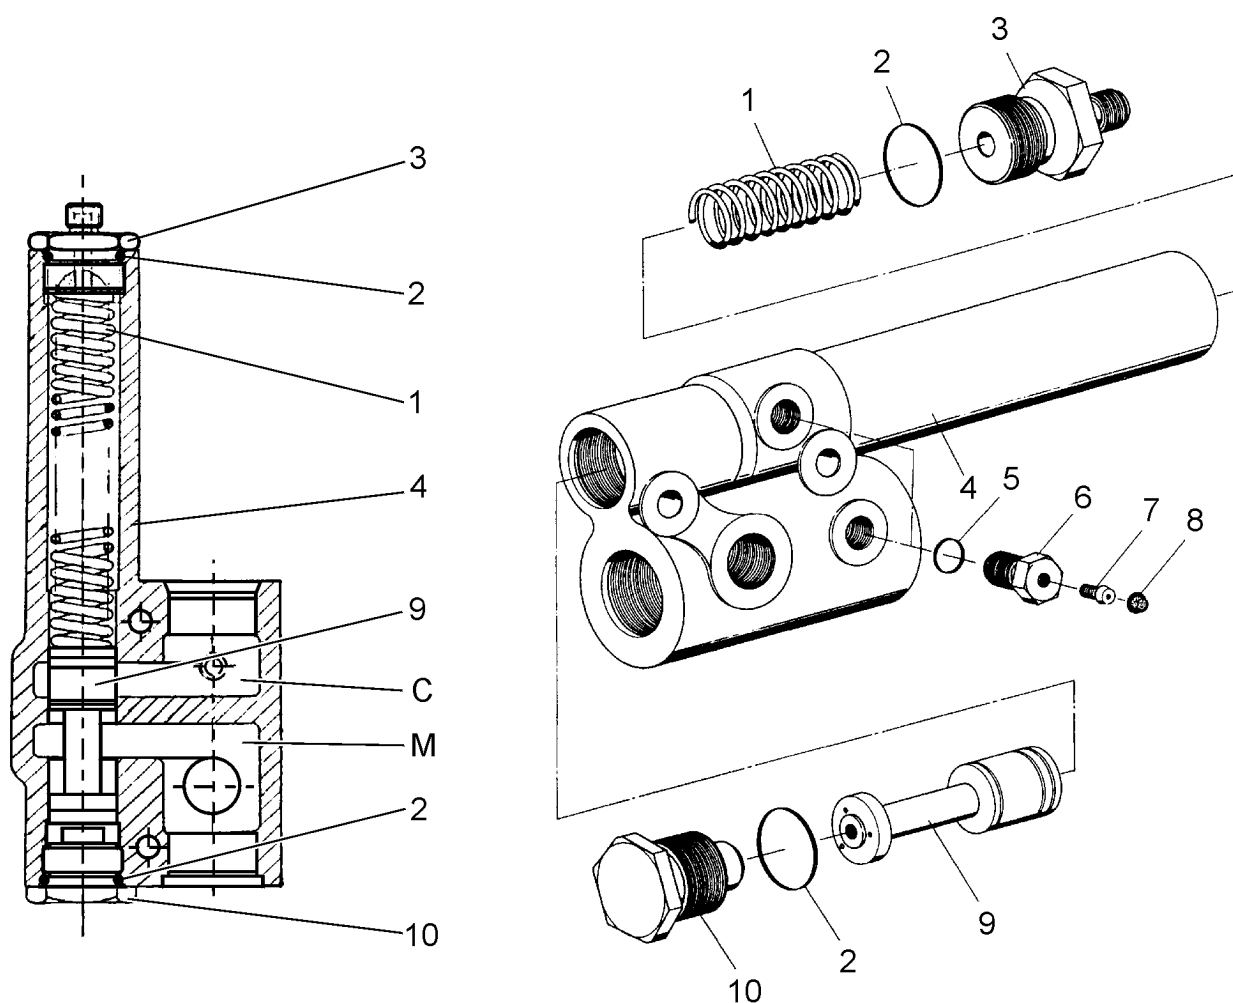

Рис. 7С.30. Клапан перераспределительный
12. РАЗБОРКА (Рис. 7С.30.)
4. Проверить соответствие характеристики пружины (1) показателям, указанным выше в пункте «ТЕХНИЧЕСКИЕ ПОКАЗАТЕЛИ».
14. СБОРКА (Рис. 7С.30.)